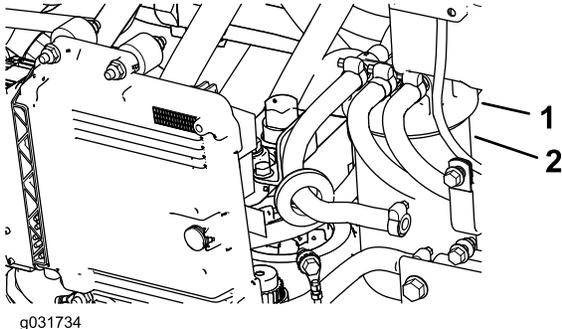

Bild 99
1. Reinigen Sie den Bereich um den Kraftstofffilterkopf (Bild 99).
2. Entfernen Sie den Filter und reinigen die Befestigungsoberfläche des Filterkopfes (Bild 99).